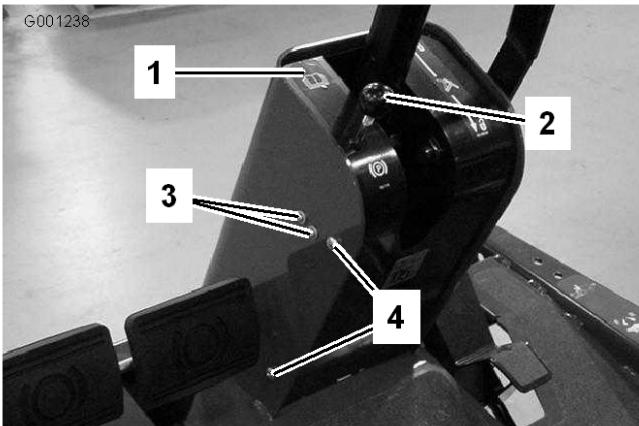

Bild 59
2. Nehmen Sie das Handrad von der Feststellbremsstange und die Schrauben von der Abdeckung der Lenksäule (Bild 59).
4. Lösen Sie die Schrauben und Muttern, mit denen der Schalter der Feststellbremse links an der Lenksäule befestigt ist (Bild 59).